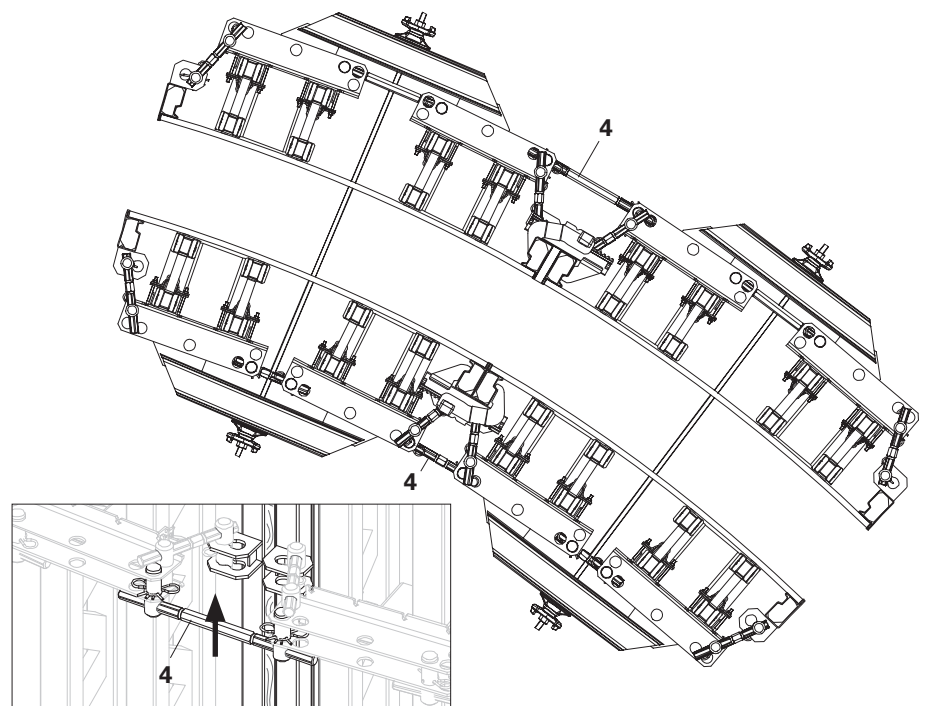

Fig. A10.05
1. Colocar desde abajo en la correa en T el husillo 500 (4) en el módulo exterior y el husillo 210 (4) en el módulo interior, luego asegurar con grupilla 5/1. (Fig. A10.05)